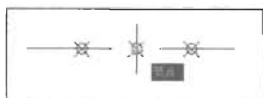

图 2-57
- 节点：捕捉由 Point 命令绘制的点对象，或者是使用 Divide 等分对象后生成的点，如图 2-57 所示。